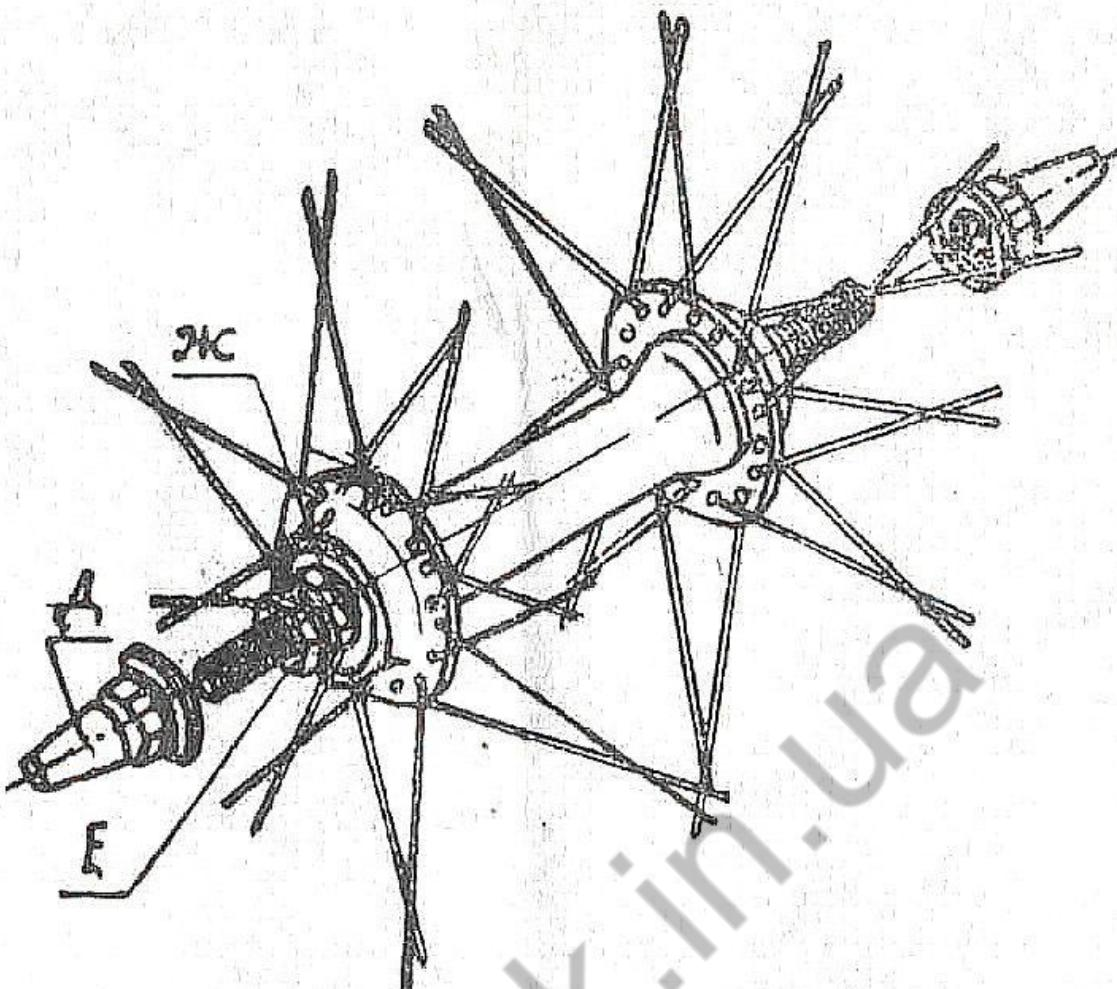

Рис. 6
5.2. Переднее колесо (рис. 6).